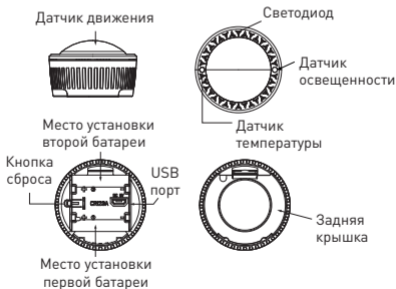

Рис. 1 – Общий вид датчика
\* Датчик может работать от одной батареи CR123A, вставленной в слот 1 (см. Рисунок 1). Батареи CR123A не входят в комплект поставки!
5.6 Откройте крышку батарейного отсека (рисунок 1). Вставьте 2 батарейки типа CR123A, соблюдая полярность, и/или подключите питание датчика через USB-кабель. Датчик может питаться от одной батареи CR123A, для этого вставьте батарею в слот основной батареи, отмеченный цифрой 1 на корпусе (рисунок 1).